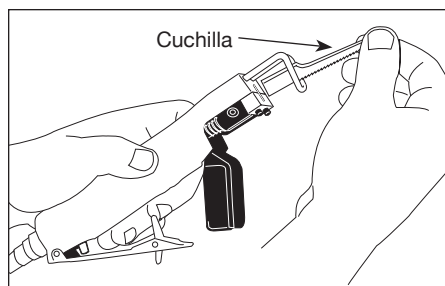

Figura 6
4. Con cuidado, saque la cuchilla de la sierra, tal como se muestra en la Figura 6.